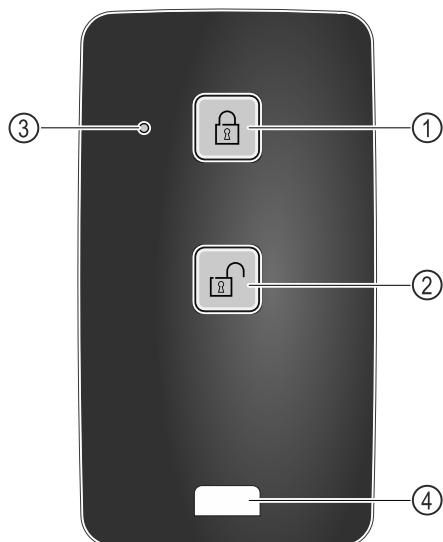

Fig. 219
- ▶ Pritisnite tipku Fig. 219 (1) na daljinskom upravljaču.
- ▶ Pritisnite tipku Fig. 219 (2) na daljinskom upravljaču.
- ▶ Žaruljica stanja Fig. 219 (3) daje vizualnu povratnu informaciju kada se neka tipka pritisne.
- ▶ Uporabite očicu Fig. 219 (4) za vezanje daljinskog upravljača, na primjer na snop ključeva.